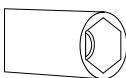

Abb. 1
2. Für einen Injektor austausch verwenden Sie einen Schraubenzieher wie in abbildung 1 dargestellt.